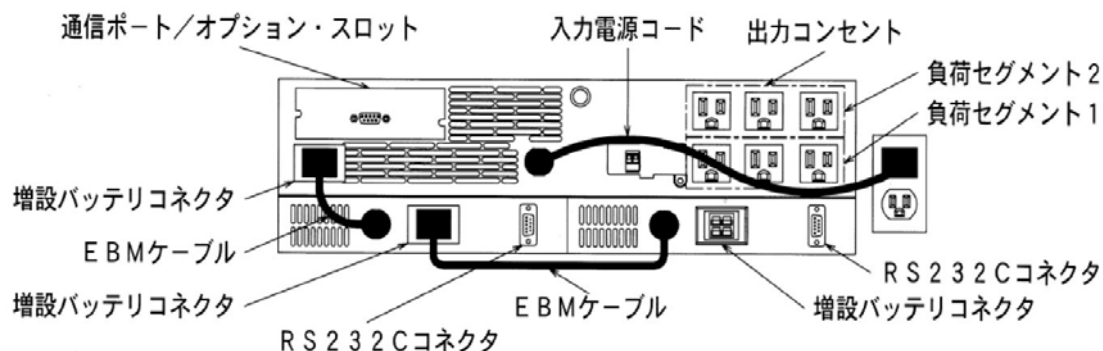

図 11. 代表的な UPS 設置形態
次の手順は、UPS の配線方法です。図 11 は、一般的な配線方法のみ示しています。リ
1. オプションの EBM を 1 台接続する場合、UPS のセルフテストボタンを押下し最低でも 4 時間充電してから、EBM ケーブルを UPS リアパネルの増設バッテリーコネクタに差し込みます（図 11 を参照）。EBM を使用しない場合はステップ 3 に進んで下さい。